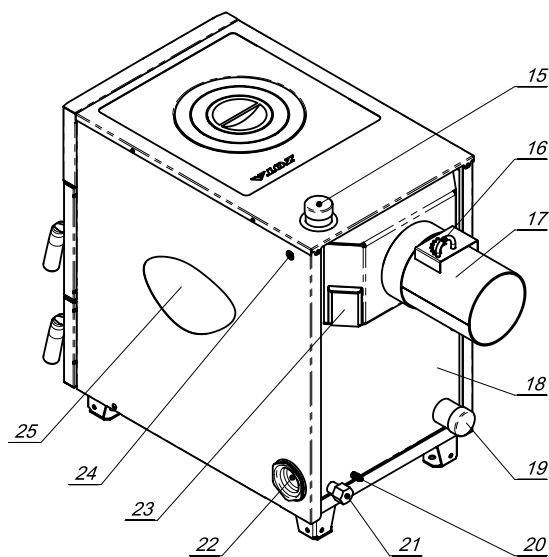

Рис. 1 Конструкция отопительного аппарата
4.6.4. Эксплуатировать аппарат при неполном заполнении системы отопления водой и с открытыми дверцами (поз.13,16) (см. рис.1).
5.1. Аппарат (рис.1) состоит из корпуса (поз. 18), топки (поз. 3), газохода (поз. 1), дымохода (поз. 17), чугунной плиты (поз. 8).